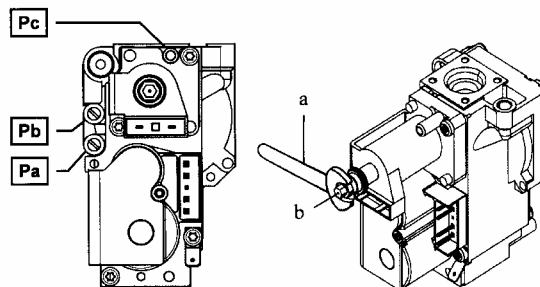

Рис. 12
- Отсоединить провод питания модулятора. Поворачивать винт (поз. b, рис. 12) до достижения давления, соответствующего минимальной мощности. (см. табл. 1)